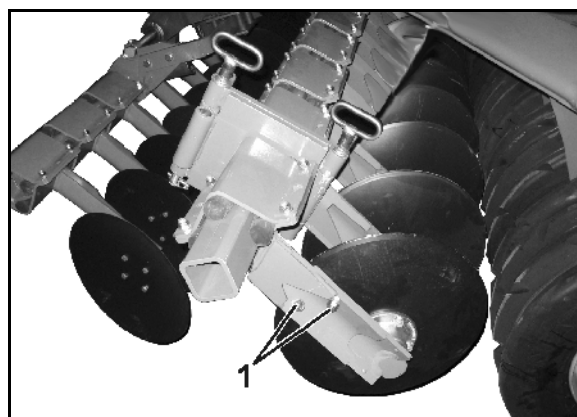

Рис. 33
2. Ослабьте резьбовые элементы (Рис. 33/1).